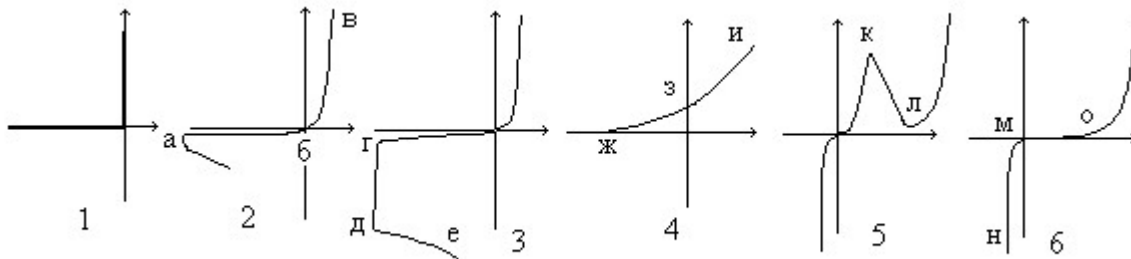

Рис.3.2.
1.1.29. Показать ВАХ обращенного диода (рис.3.2):